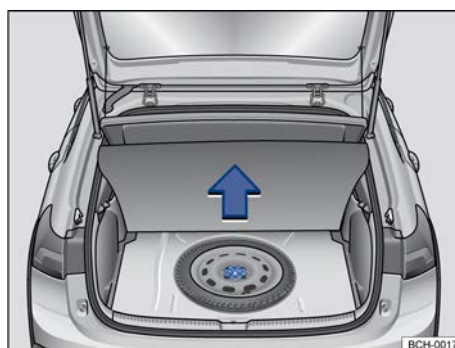

Fig. 158 No compartimento de bagagem, sob o revestimento de assoalho: roda de emergência e ferramentas de bordo.
As ferramentas de bordo e a roda de emergência estão localizadas no compartimento de bagagem, sob o revestimento do assoalho → Fig. 158.
- Levantar o revestimento do compartimento de bagagem → Fig. 158.